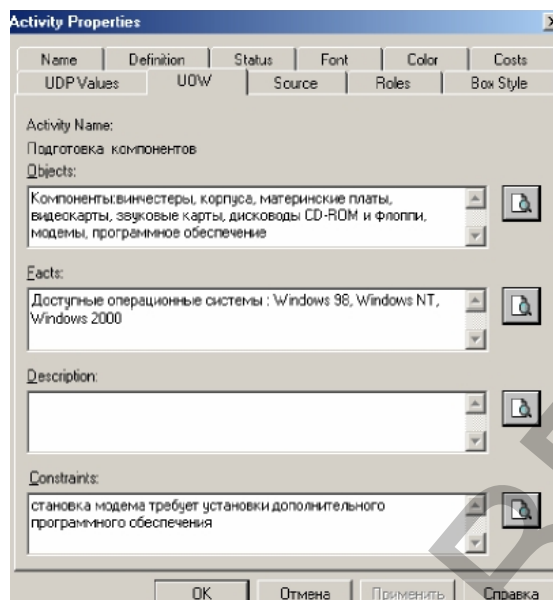

Рис. 7.5. Вкладка UOW диалога Activity Properties
**Связи.** Связи показывают взаимоотношения работ. Все связи в IDEF3 односторонними и могут быть направлены куда угодно, но обычно диаграммы IDEF3 стараются построить так, чтобы связи были направлены слева направо. В IDEF3 различают три типа стрелок, изображающих связи, стиль которых устанавливается во вкладке Style (рис. 7.5) диалога Arrow Properties (пункт контекстного меню Style).